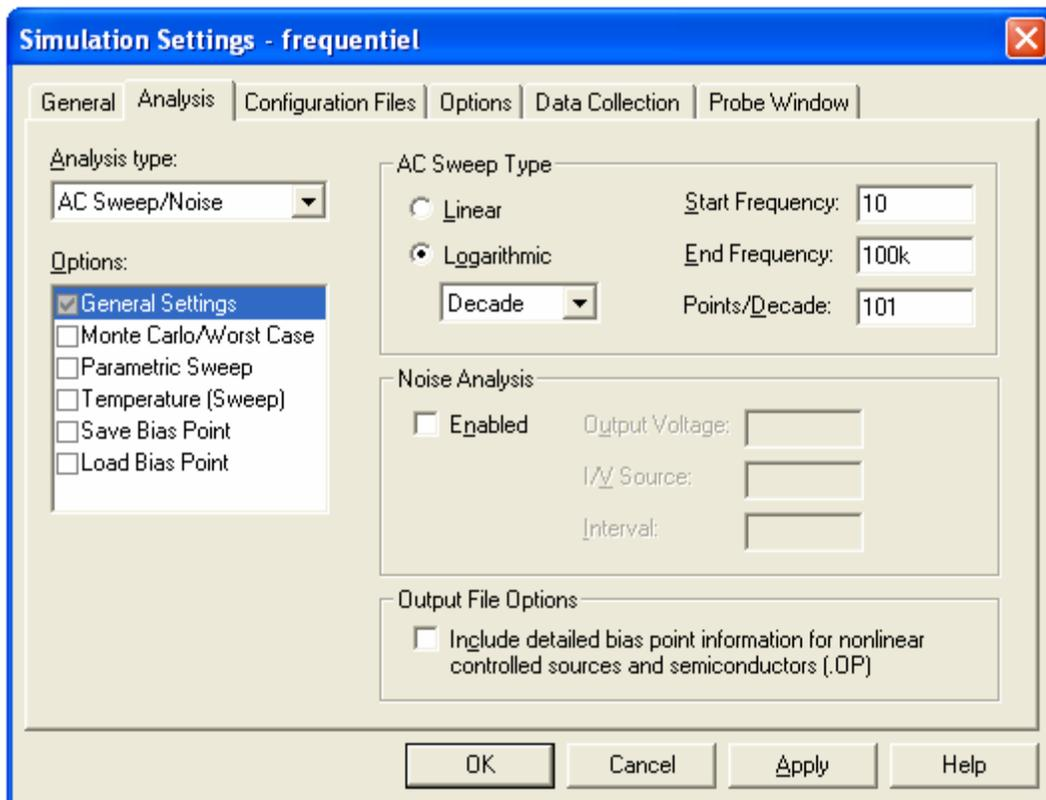

Figure 1.22 : création d'un profil de simulation temporel.
- La fenêtre de dialogue obtenue est représentée à la figure 1.22 :
- Dans *Analysis type* mettre *AC Sweep/Noise*, puis les paramètres définis sur la figure 1.22.